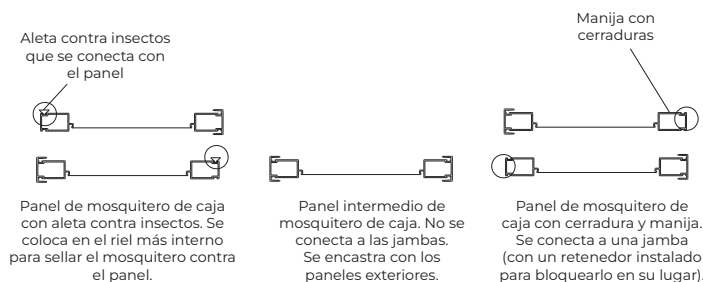

Figura 25
5. Los **paneles del mosquitero de caja** tienen diferentes componentes según la configuración. Identifique la ubicación correcta de los paneles del mosquitero utilizando la figura 25.